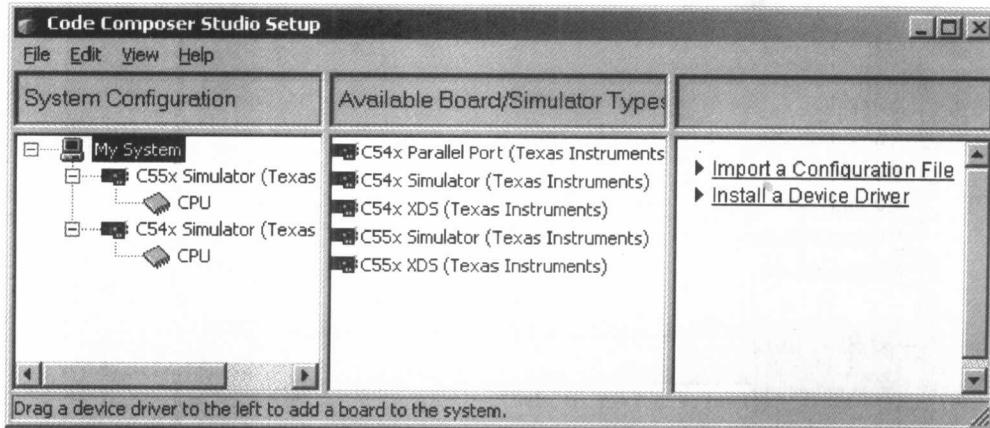
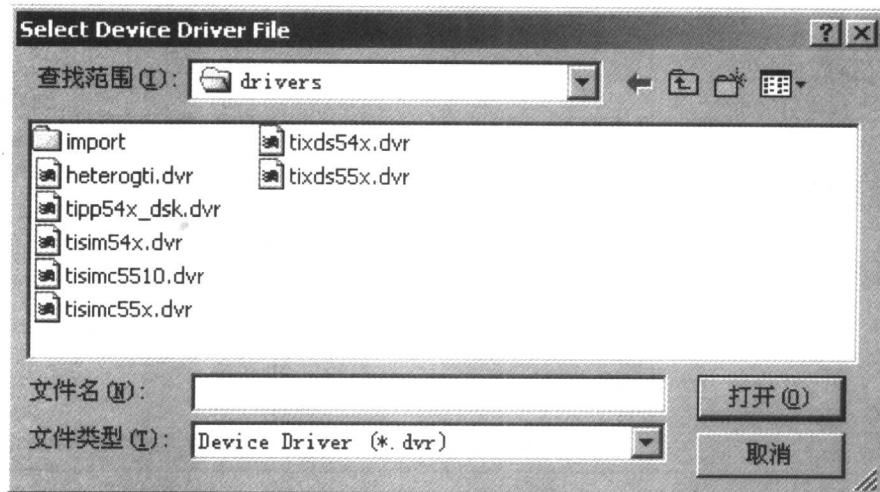
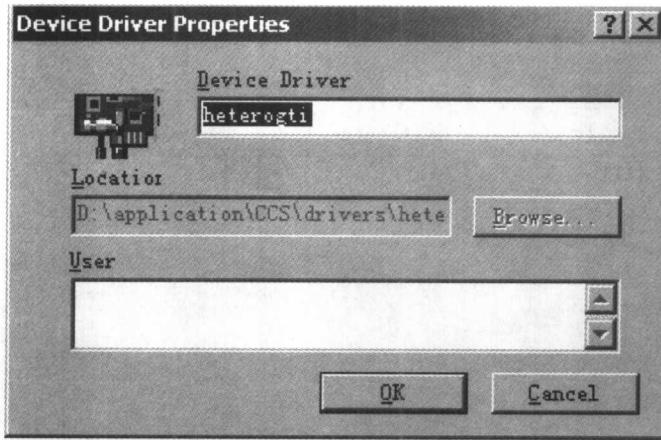

图 1.2 CCS2 配置界面
图 1.4 驱动程序配置对话框
图 1.5 驱动程序属性窗口
双击桌面上的 Setup CCS2studio 图标, 或者在开始菜单中运行 Setup Code Composer Studio 程序, 可以激活 CCS2 的配置工具, 配置界面如图 1.2 所示。
图 1.2 左边一栏中的 My System 表示系统配置; C55X Simulator/C54X Simulator 表示当前的仿真器目标板; CPU 表示相应的处理器。这个界面中列举了已经安装的可供选择的配置。改变当前的工作配置时, 需要保存改变的配置才能生效。中间一栏表示已经安装的仿真器类型。图中是已经安装的 CCS2 自带的 TI 公司的 C54X 和 C55X 系列仿真器。右边一栏是配置命令/信息选项, 单击 Import a Configuration File, 便出现仿真器导入配置对话框。对话
单击 Install a Device Driver 选项,便出现驱动程序配置对话框,如图 1.4 所示。
(1) 双击桌面上的 Setup CCS2studio 图标,运行 CCS2 的配置程序,出现如图 1.2 所示的
(2) 选择 Edit→Install Driver 项, 或者在如图 1.2 所示的配置界面的右边一栏单击 Install a Device Driver 选项, 出现如图 1.4 所示的驱动程序配置对话框。选择需要的驱动程序, 这里选 heterogti.dvr, 会出现如图 1.5 所示的驱动程序属性窗口, 在此可以为驱动程序重新命名。该驱动程序默认的名字是 Heterogeneous Multi - Target (Texas Instruments), 单击 OK。
(3) 执行菜单命令 Edit→Add to System, Heterogeneous Multi - Target (Texas Instruments)便出现在 CCS2 配置界面的中间一栏, 如图 1.6 所示(与图 1.2 对照, 中间一栏多了 Heterogeneous Multi - Target (Texas Instruments)一项)。